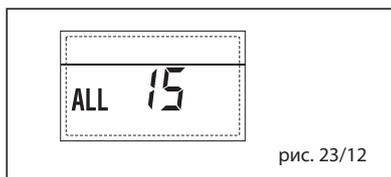

рис. 23/12
– **НЕПОЛАДКА ВНЕШНЕГО ДАТЧИКА “МИГАЛКИ” (рис. 23/13)**